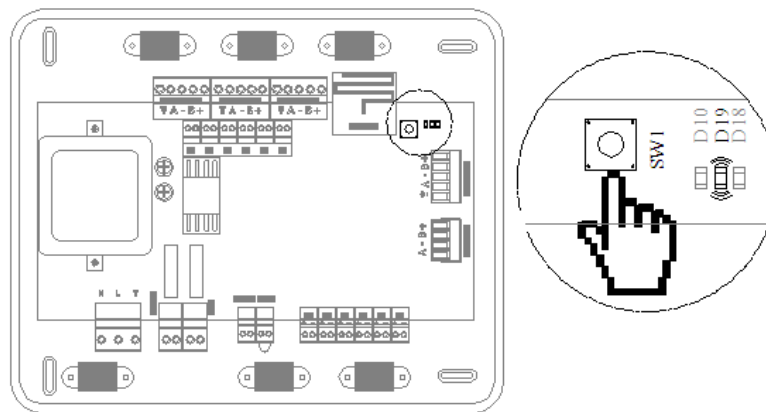

Fig. 60
**\*Reset del sistema:** En caso de necesitar resetear todo el sistema, mantenga pulsado SW1 hasta que el LED 19 deje de parpadear (Fig. 60).